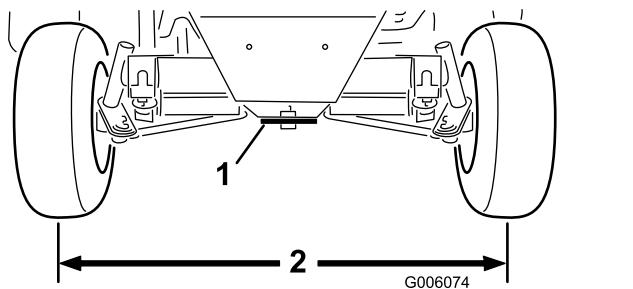

Figura 64
2. Ajuste ambas as barras transversais até que distância centro a centro à frente e atrás das rodas traseiras seja a mesma (Figura 64).